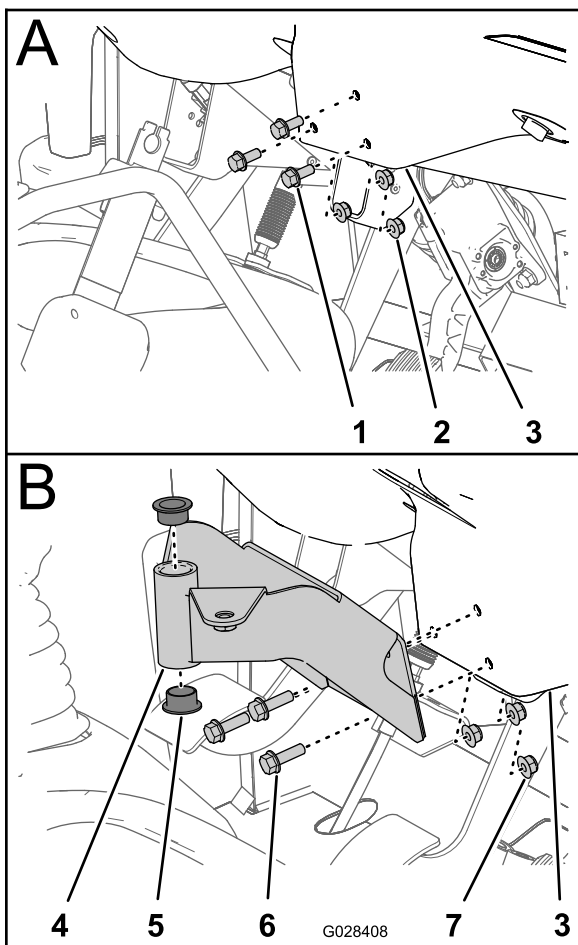

Bild 18
- Entfernen Sie die drei Schrauben und drei Muttern, mit denen das Armaturenbrett unten in der Mitte an der Armaturenbrett-Stützhalterung befestigt ist (Bild 18).
2. Fluchten Sie die Löcher in der Befestigungshalterung für die Steuerkonsole mit den Löchern im Armaturenbrett und der Stützhalterung aus (Bild 18).
4. Ziehen Sie die Muttern und Schrauben mit (Bild 18) an.
5. Stecken Sie die zwei Kunststoffbüchsen in die Befestigungshalterung (Bild 18).